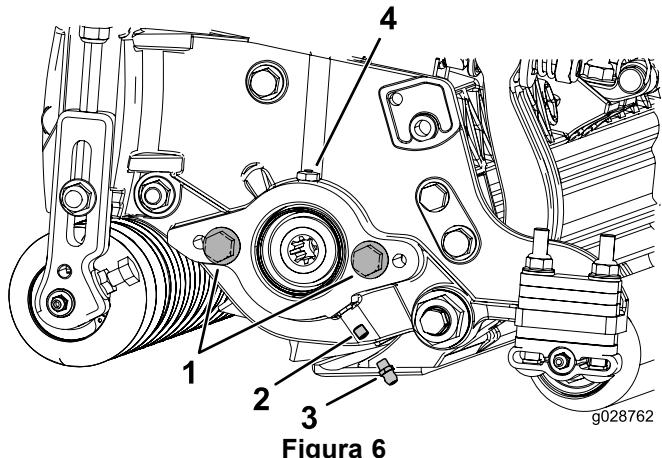

Figura 6
1. Togliete ed eliminate la vite di arresto sulla piastra laterale del motore dei cilindri (Figura 6).
2. Montate il raccordo d'ingrassaggio diritto (Figura 6).
3. Se non sono presenti viti a testa cilindrica sulla piastra laterale del motore dei cilindri, montatele (Figura 6).
5. Montate il motore dei cilindri e ingrassate la piastra laterale fino a quando il grasso in eccesso non fuoriesce dallo spуро del grasso (Figura 6).